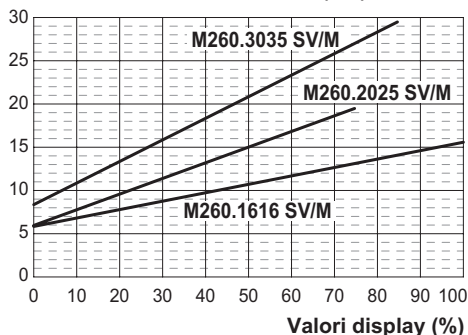
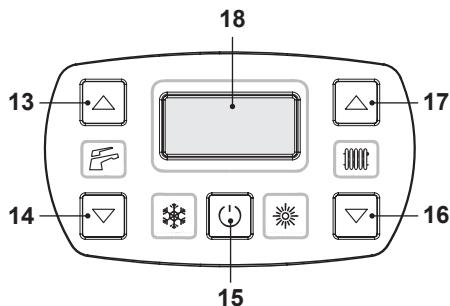
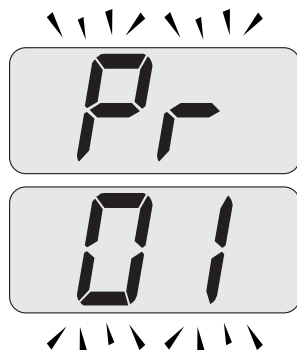
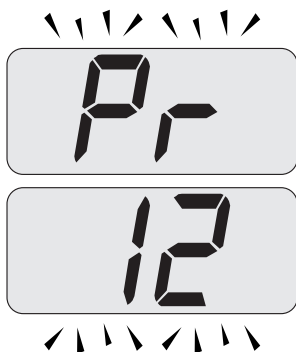

Figura 7.9
Figura 7.12
Figura 7.13
Figura 7.14
Il grafico in Figura 7.9 rappresenta come varia la potenza utile della caldaia in riscaldamento al variare del valore impostato nella scheda comando.
- Entrare in "modalità programmazione" premendo contemporaneamente per 10 secondi i tasti 15 - 16 - 17 (Figura 7.12) fino a far apparire sul display LCD le lettere **Pr** che si alternano con il codice **01**, indicanti l'entrata nel "parametro 01" (Figura 7.13).
- Scorrere i vari parametri utilizzando i tasti 16 o 17 fino a far apparire sul display LCD le lettere **Pr** che si alternano con il codice **12**, indicanti l'entrata nel "parametro 12" (Figura 7.14).
- Premere contemporaneamente i tasti 15 e 17 (Figura 7.12) fino a far apparire sul display LCD il valore del parametro 12 (Figura 7.15) (100=**M260.1616 SV/M**, 74=**M260.2025 SV/M** o 84=**M260.3035 SV/M**).
- Utilizzando i tasti 16 o 17 (Figura 7.12) è possibile modificare il valore del parametro 12 (riferirsi al grafico Figura 7.9 per determinare il valore corretto in funzione della potenza utile di riscaldamento).
- Premendo il tasto 15 (Figura 7.12) si ottiene la conferma del valore inserito.
- Premendo contemporaneamente i tasti 15 e 16 (Figura 7.12) si esce senza modificare il valore (ritorno alla lista parametri Figura 7.14)
- Premendo contemporaneamente per 10 secondi i tasti 15 - 16 - 17 (Figura 7.12) si esce dalla "modalità programmazione".